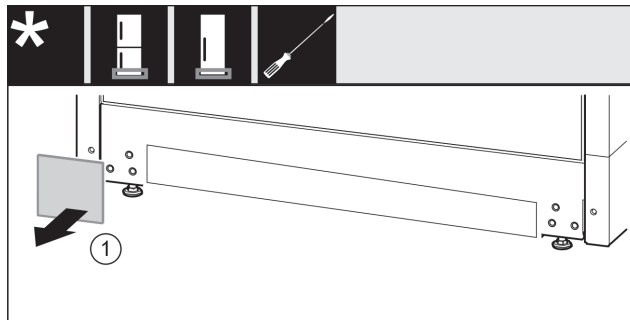

Fig. 36
- ▶ Abdeckung Fig. 36 (1) abnehmen.